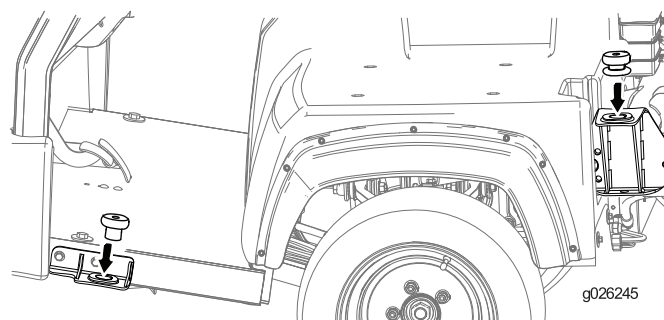

Рисунок 23
5. Установите 4 резиновые изолирующие опоры, как показано на Рисунок 23.